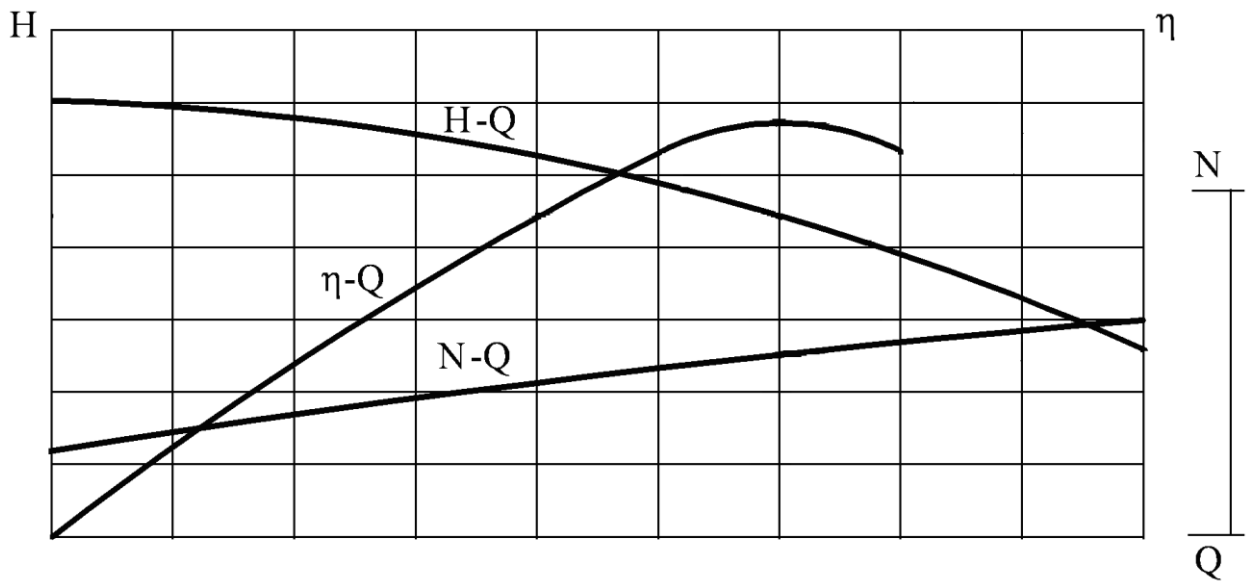

Рисунок 6.2 - Схема (приклад) робочих характеристик відцентрового насоса:  $H - Q$  - напірна;  $\eta - Q$  - характеристика к.к.д.;  $N - Q$  - потужнісна.
**5 Вказівки по виконанню роботи, аналізу результатів та складання звіту** Звіт по лабораторній роботі повинен містити виклад мети роботи, схему лабораторної установки, таблицю результатів вимірювання і вирахувань показників роботи насоса, при його випробуваннях (табл. 6.1) і зображення робочих характеристик насоса (рис. 6.2).